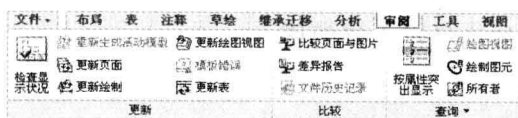

图 12-8 “审阅”选项卡
- “审阅”选项卡:主要用来对所创建的工程图视图进行更新、比较等,如图 12-8 所示。